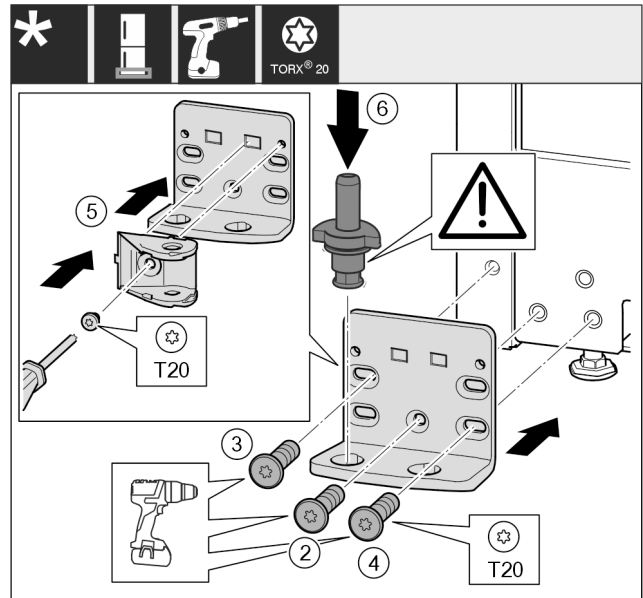

Fig. 48 *
- ▶ Helyezze fel a csapágybakot a másik oldalra, és csavarozza fel csavarhúzóval. Kezdje alul a középső csavarral Fig. 48 (2).*
- ▶ Húzza meg a csavart Fig. 48 (3) és a csavart Fig. 48 (4).*
- ▶ Fordítsa el 180°-kal a záráscsillapító egységet Fig. 48 (5). Csavarozza fel a csapágybak másik oldalára csavarhúzóval.*
- ▶ Helyezze be teljesen a csapszeget Fig. 48 (6). Ügyeljen közben arra, hogy a reteszelő bütyök hátrafelé mutasson.*